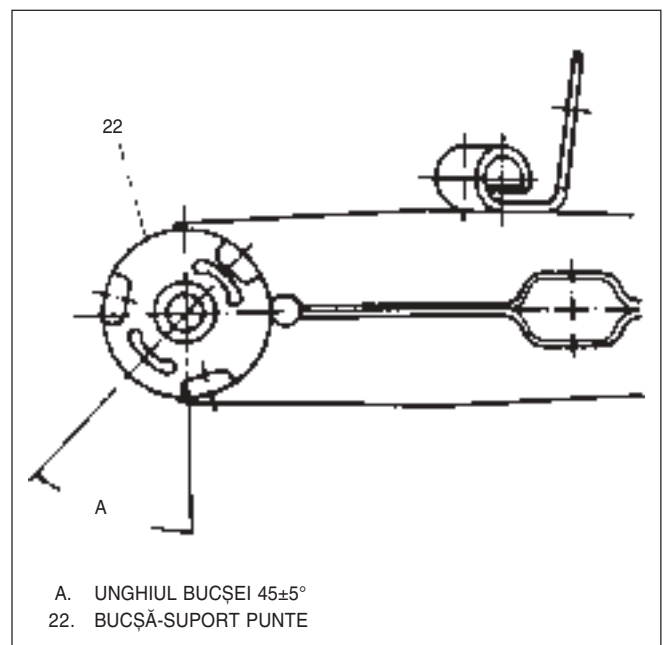

Fig. 5 Alinierea bușei
- Se instalează bușă nouă (22) pe șurubul de la KM-158 și se poziționează în lăcaș, apoi se aliniază dispozitivul de instalare al bușei. Pentru a potrivi corect bușele la instalare, se aliniază săgețile de pe cele două părți ale KM-158. Vezi fig. 5.